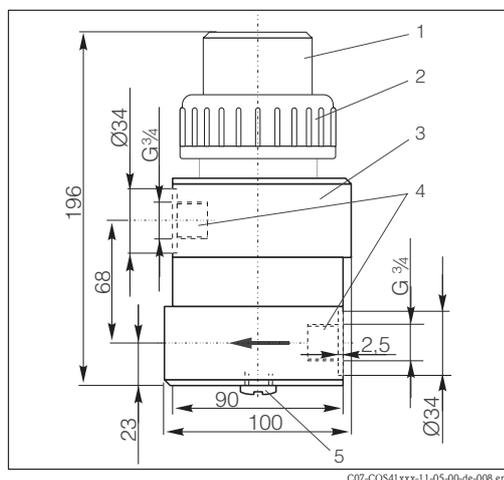
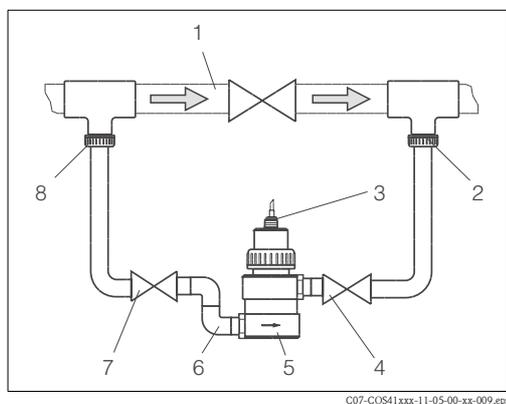

Fig. 11 : Chambre de passage COA 250-A
Fig. 12 : Installation en bypass avec des vannes manuelles ou électrovannes
La chambre de passage COA 250-A (fig. 11) avec dégazage automatique est idéale pour l'utilisation en conduites ou en raccords de flexible. L'arrivée d'eau se fait par le bas, l'évacuation par le haut (raccord taraudé G 3/4). Le montage en ligne est possible avec deux coudes 90° pour permettre le passage d'eau dans la chambre (fig. 12, pos. 6).